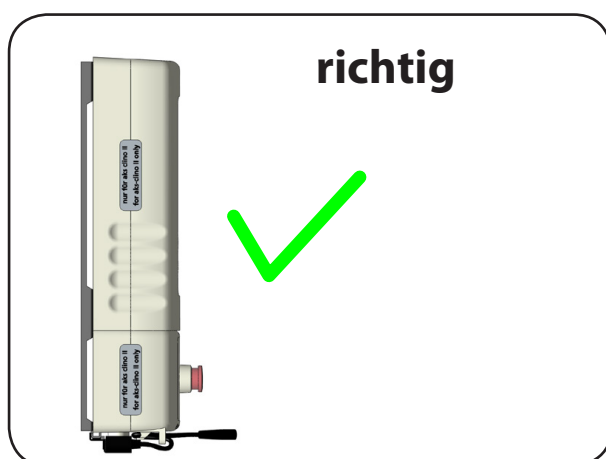

Abbildung 24
3. Zum Einsetzen verfahren Sie in der umgekehrten Reihenfolge. Achten Sie darauf, dass der Entriegelungshebel in der Montageschiene einrastet und der Akkupack an der Montageschiene fest anliegt (Abbildung 24).